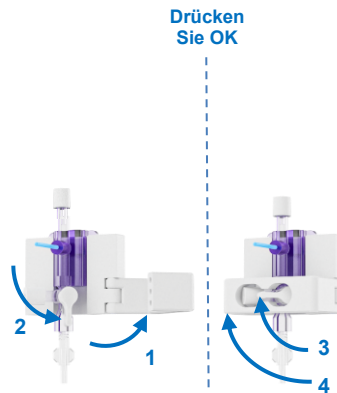

Abbildung 25 Nullstellen des Drucksensors
- Vergewissern Sie sich, dass sich keine Luftblasen am Durchflusssensor angesammelt haben. Öffnen Sie den Aluminiumclip, um den Deckel zu lösen (Abbildung 25). Öffnen Sie den Deckel und prüfen Sie, ob Luftblasen vorhanden sind. Entfernen Sie alle Luftblasen, indem Sie den Schlauch manipulieren. Drücken Sie auf den Deckel, um den Sensor zu schließen.
- Öffnen Sie die Klammer an der Drucksensorhalterung, um auf das Ventil am Drucksensor zuzugreifen (Abbildung 25; Schritt 1). Drehen Sie das Ventil am Drucksensor gemäß den Anweisungen auf dem Display nach unten, um den Sensor zu öffnen und den atmosphärischen Druck zu messen (Abbildung 25; Schritt 2).
- Drehen Sie das Drucksensorventil zurück in die horizontale Position (Abbildung 25, Schritt 3) und schließen Sie die Klammer der Halterung des Drucksensors, um das Ventil vor unbeabsichtigtem Öffnen zu schützen (Abbildung 25; Schritt 4). Drücken Sie OK an der Pumpeneinheit, um fortzufahren.
- Falls Der Liver Assist nicht feststellen kann, ob der Drucksensor ordnungsgemäß an den Perfusionskreislauf angeschlossen ist, überprüfen Sie, ob sich das Ventil des Drucksensors in der horizontalen Position befindet (Abbildung 25, Schritt 3). Drücken Sie OK, wenn sich das Ventil des Drucksensors in horizontaler Position befindet.